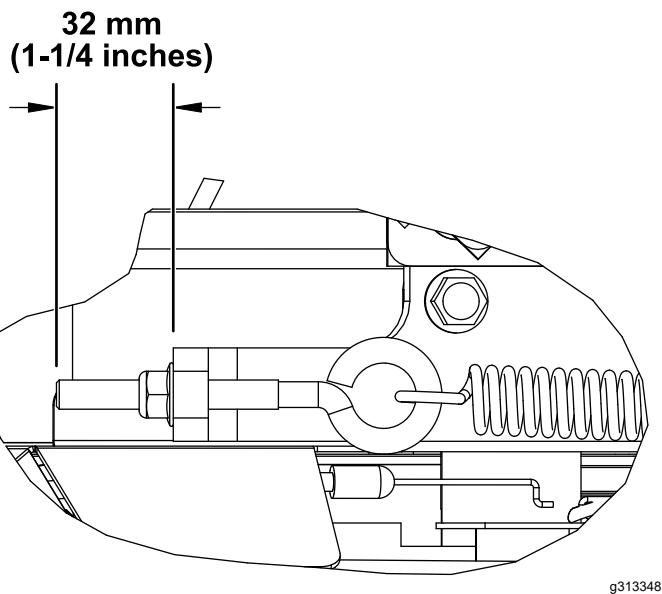

Figure 93
- Tout en empêchant le boulon à œil de tourner, serrez le contre-écrou jusqu'à ce que le filetage dépasse de 32 mm (1 1/4 po) après le réglage, comme montré à la Figure 93.